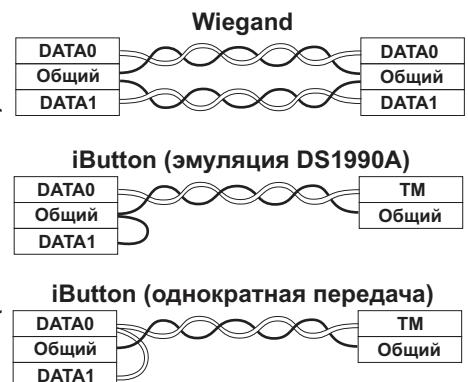

Рис.2 Выбор протокола передачи
- для выбора протокола передачи данных в контроллер соедините провода DATA0 и DATA1 в соответствии с рис.2;
При подключении по Weigand одна витая пара подключается к GND и DATA0, а другая витая пара подключается к GND и DATA1 (рис.2)